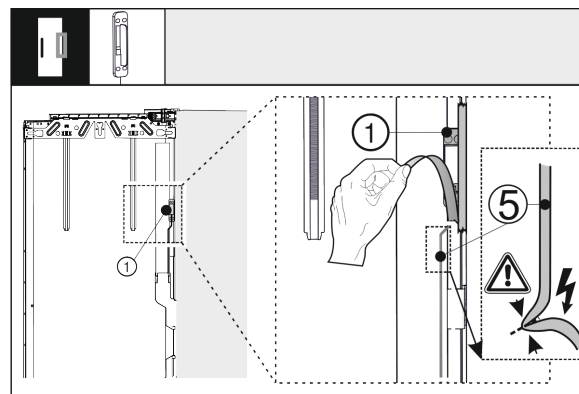

Fig. 40
- ▶ Otpustite senzor kucanja Fig. 40 (1) s vanjskih vrata. Ne oštećujte Fig. 40 (5) spojni kabel.